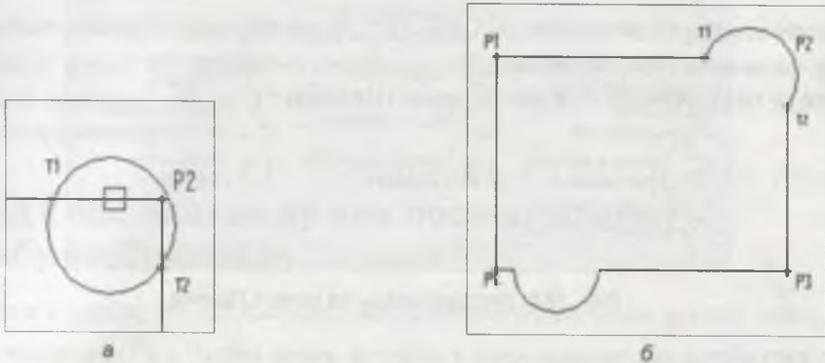

Рис. 10.9. Указание для усечения кривых (а); Эскиз 1 после усечения кривых (б)
- ◆ укажите "ловушкой" участок кривой (рис. 10.9, а) — он выделится красным цветом. Нажмите ЛК мыши, и участок кривой будет удален (рис. 10.9, б).